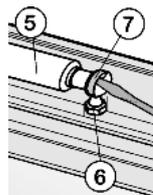

Fig. 31
- ▶ Staccare sollevando l'ammortizzatore di chiusura Fig. 31 (5) dal perno a sfera Fig. 31 (6). Per sbloccare il morsetto a molla Fig. 31 (7) estrarre la molla agendo con cautela con un cacciavite.
- ▶ Agganciare di nuovo l'ammortizzatore di chiusura Fig. 31 (5) nella sequenza inversa.